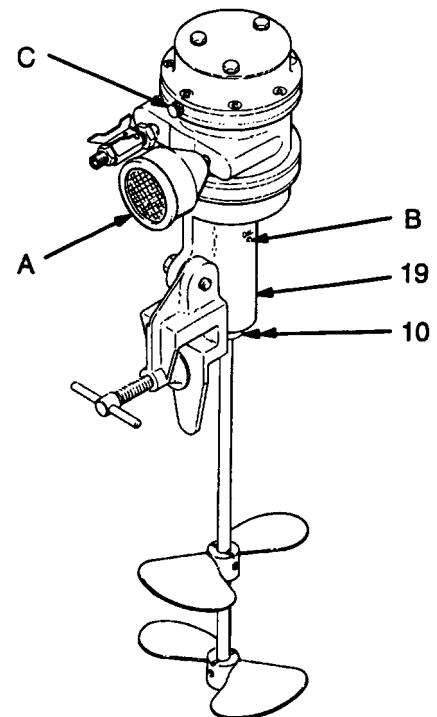

Fig. 2
Durante el funcionamiento de forma continua, lubricar el rodamiento (10) cada semana inyectando varias gotas de aceite lubricante ligero en el orificio (B) del soporte motor (19). Ver fig. 2.